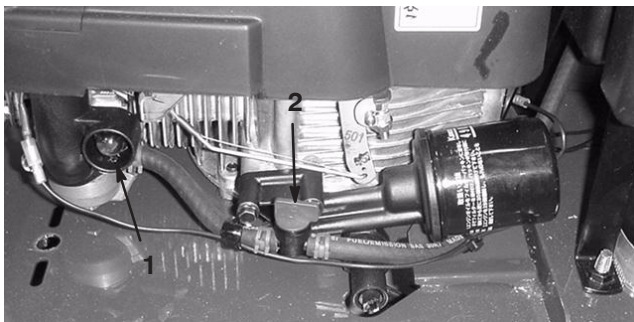

Figure 14
Enfoncez l'amorceur trois fois avant de démarrer le moteur à froid (Fig. 14).
Le robinet d'arrivée de carburant est situé du côté gauche du moteur. Fermez le robinet pour empêcher l'essence de s'écouler du réservoir ; ouvrez le robinet pour que l'essence circule vers le carburateur (Fig. 14). Fermez le robinet pour transporter la traceuse de lignes ou lorsqu'elle n'est pas utilisée.
5. Appuyez sur l'amorceur à trois reprises (Fig. 14).